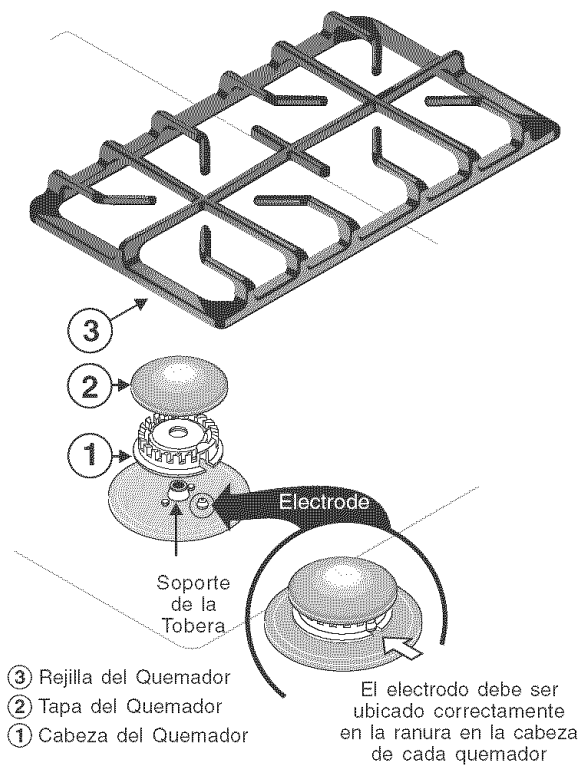

Figura 2
1. Coloque las 6 cabezas de quemadores en los lugares correctos (Ver Figura 1). Asegúrese de que la cabeza de quemador correcta sea colocada en el soporte de tobera correcto y que el electrodo sea colocado debidamente en la ranura provista en la cabeza de cada quemador (Ver Figura 2). La colocación correcta de la cabeza del quemador asegura que cada quemador produzca la chispa correcta requerida para encender el gas.
2. Coloque las tapas de los quemadores correctas en cada uno de los quemadores (el agujero piloto de la tapa del quemador debe quedar dirigido hacia arriba). Cada una de las 4 (cuatro) o 5 (cinco) cabezas de quemadores **DEBE** tener instalada una tapa de quemador para asegurar encendido apropiado y tamaño correcto de la llama del gas y debe ser colocada de modo que el agujero piloto quede dirigido hacia arriba **ANTES** de colocar las rejillas de los quemadores (Ver Figura 2).